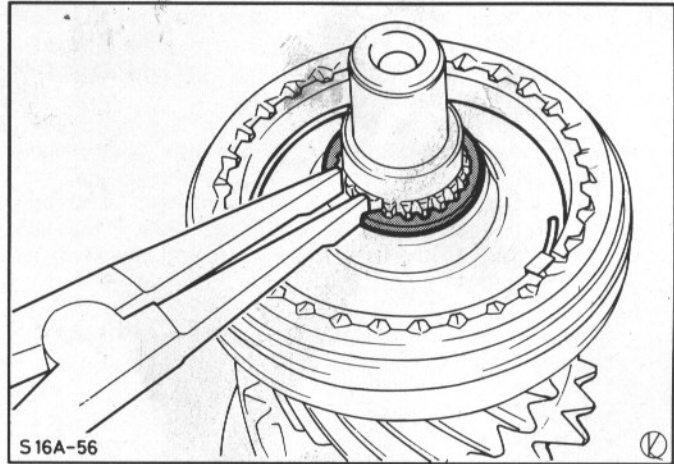

Abb.125 Sprengring-Synchronkupplung 3./4. Gang entfernen
22. Synchronkupplung 3. und 4. Gang abbauen. Sprengring von Hauptwelle abbauen, Abb.125, Synchronkupplung komplett mit Zahnrad 3. Gang von Hand abziehen. Darauf achten, in welche Richtung die umlaufende Nut zeigt.